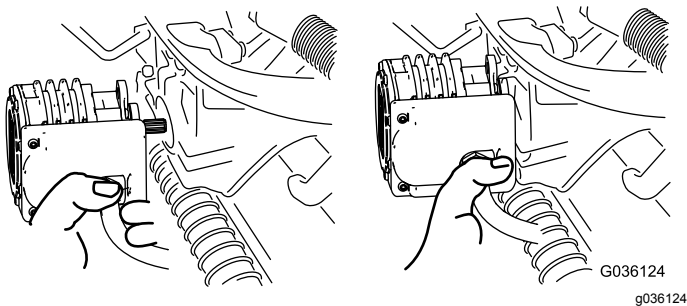

Bild 55
4. Legen Sie den Motor am Aufbewahrungsort vorne am Aufhängearm ab (Bild 55).